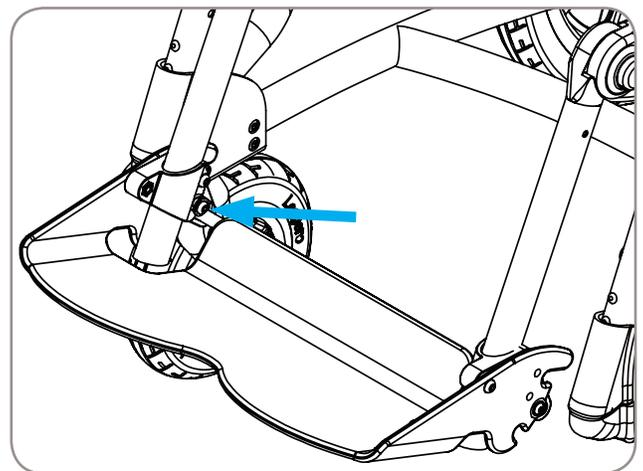

Figure 13
1. Desserrez les boulons à l'intérieur des pinces avec une clé hexagonale de 4 mm, 2 boulons de chaque côté. Consultez la figure 13.